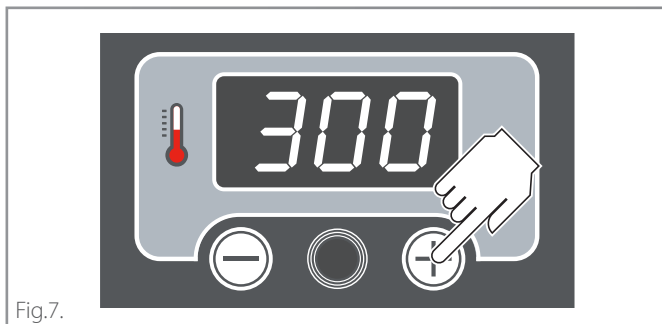
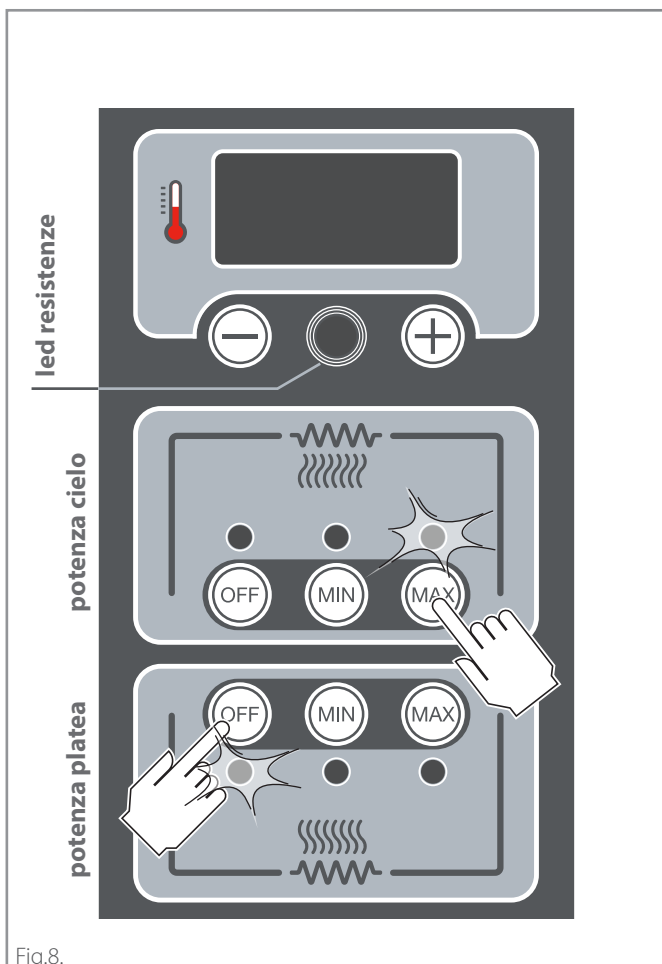

Fig.7.
Fig.8.
- impostare una cottura con i parametri desiderati: (► **Fig.7.** - **Fig.8.**)
► **Fig.7.**
► **Fig.8.**